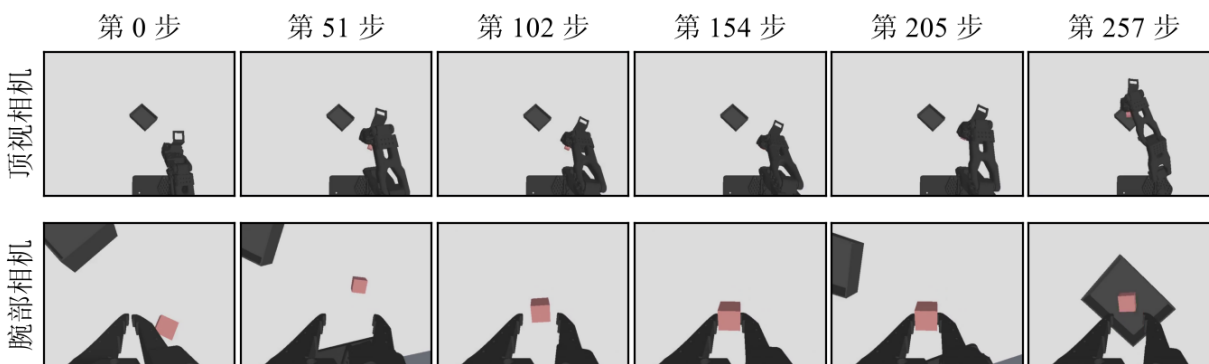

图 8: DM0.5 在仿真里抓放 2 cm 方块的一局：上行顶视相机，下行腕部相机
--robot.* 这组参数就是第 3.4 节那段配置的命令行写法。换场景只改 --robot.task，几次运行写进同一个 --out 时结果按场景合并。out/rollout/rollout_dm05.json 里是成功局数，out/labeled/里是顶视与腕部并排、顶上写明成败的录像。图 8 是发布的模型在 2 cm 方块场景里的一局成功示例：它先把夹爪移到方块上方，下降合拢，再抬起平移到料箱上方。